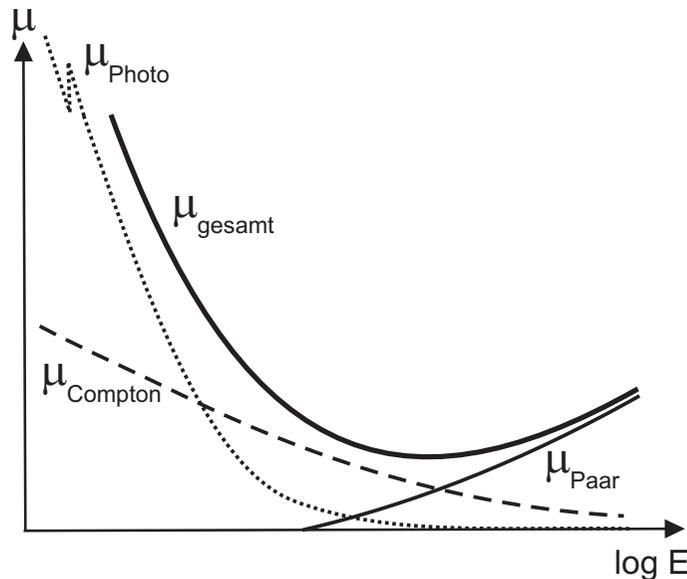

Abbildung 5: Beitrag des Photoeffekt, Comptoneffekt und Paarbildung zum Schwächungskoeffizient für  $\gamma$ -Strahlung.
1. Photoeffekt: Ein  $\gamma$ -Quant gibt seine Energie an ein Elektron in der Atomhülle ab und schlägt dieses aus der Hülle. Durch Nachrücken äußerer Elektronen, kommt es zu charakteristischer Strahlung. Jedesmal wenn die Energie der  $\gamma$ -Quanten ausreicht, um eine tiefer gelegene Schale zu ionisieren, steigt die Absorption schlagartig an. Diese charakteristischen Linien sitzen auf einem kontinuierlichen Absorptionsspektrum (Abbildung 5). Durch die Abschirmung der Außenelektronen kann die Energiedifferenz zwischen den unbesetzten Außenelektronen und der Ionisierungsenergie vernachlässigt werden und die Elektronen können alle Energien oberhalb  $13,6 eV \cdot (Z - 1)^2$  annehmen.
Für kleine Energien dominiert der Photoeffekt den Schwächungskoeffizient, welcher mit steigender Energie rasch abnimmt bis die Comptonstreuung dominiert. Bei großen Energien überwiegt Paarbildung und der Schwächungskoeffizient steigt wieder an (Abbildung 5).